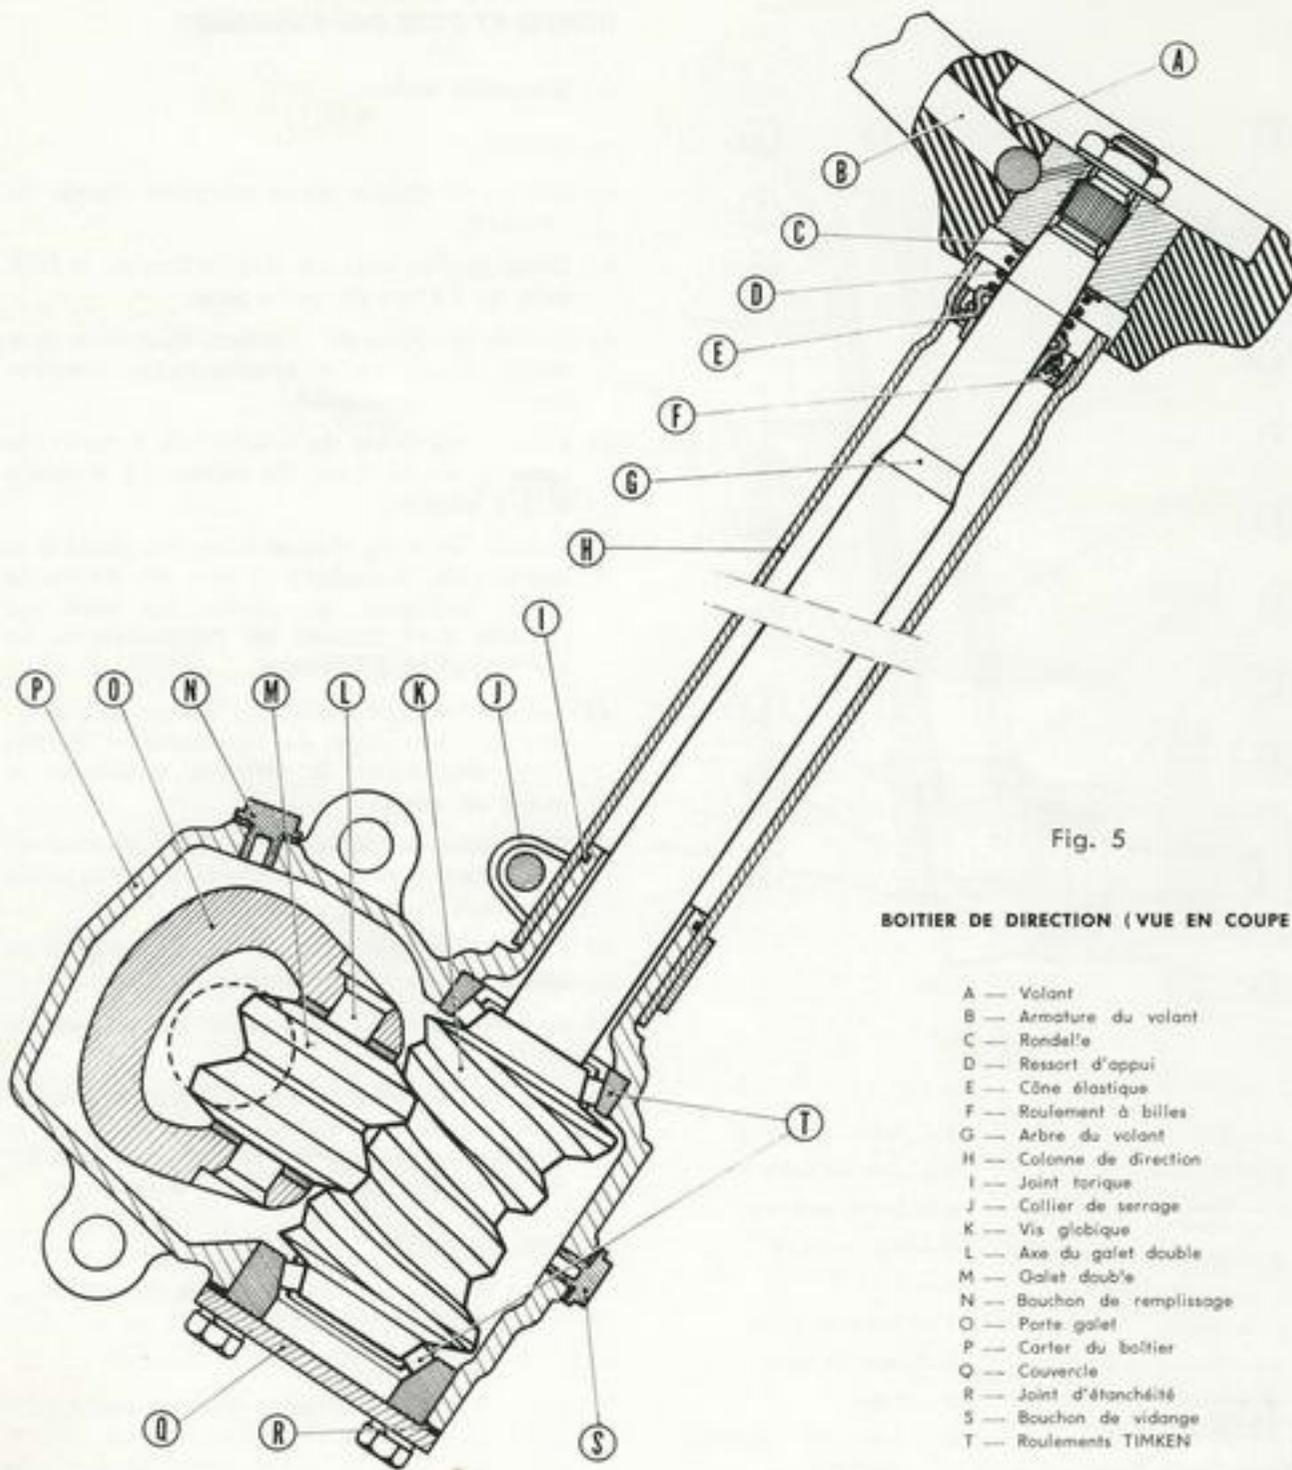

Fig. 5
— Démontage (fig. 5).
i) Enlever le couvercle Q de la vis globique (voir fig. 5) - ne pas abîmer le joint à l'extraction s'il devra être remonté.
j) Sortir la bague du roulement et le porte-galet T (fig. 5).
4°) En cas de détérioration de la bague du roulement T situé à l'intérieur du carter P (fig. 5). Ce dernier sera remplacé; la bague emmanchée à force n'est pas vendue séparément.
a) Mise en place de la vis globique conformément à la fig. 5.
Ce réglage s'opère par interposition des joints d'épaisseur différente sous le couvercle Q, (fig. 5). Les vis du couvercle bloquées, la vis globique devra tourner grassement en manœuvrant à la main l'arbre du volant.
- d) Montage de la colonne de direction (voir fig. 5).
- g) Monter le volant et son ressort conformément à la fig. 5.
- h) Réglage de la direction (voir fig. 5).